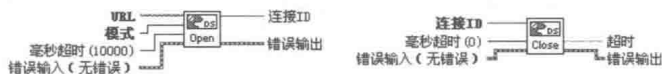

图 13-32 打开与关闭 DataSocket 函数
1. 打开 DataSocket 函数与关闭 DataSocket 函数 (参见图 13-32)
图 13-32 中的“URL”确定要读取的数据源或要写入的数据终端。“URL”以读写数据要使用的协议名称作为开始,例如 psp、dstp、opc、ftp、http 和 file。也可将共享变量控件连线至该接线端。“模式”指定数据连接的模式。选择对数据连接进行的操作: read、write、read/write、buffered read、buffered read/write。默认值为 read。